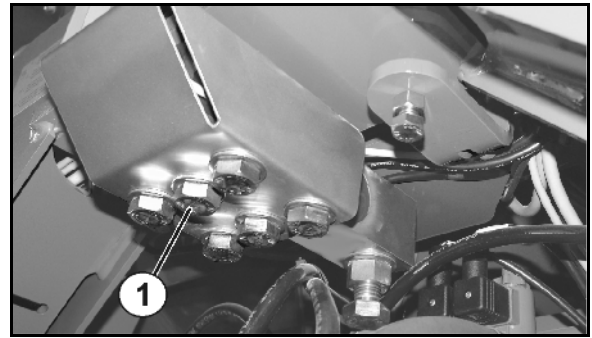

Рис. 50
- 2 x 8 болтов плоских рессор (Рис. 50/1)